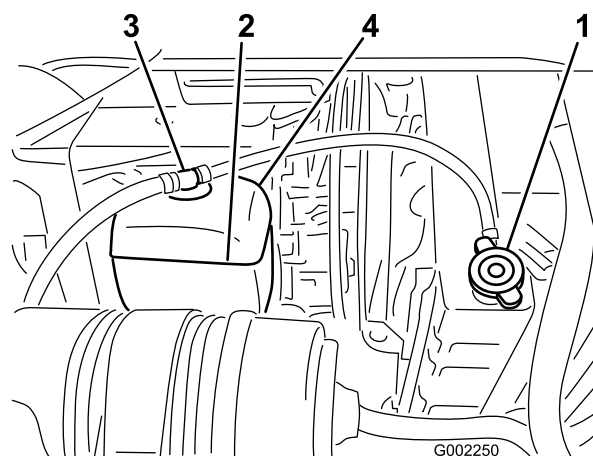

Figure 53
3. Retirez le bouchon du radiateur et le bouchon du vase d'expansion avec précaution (Figure 53).